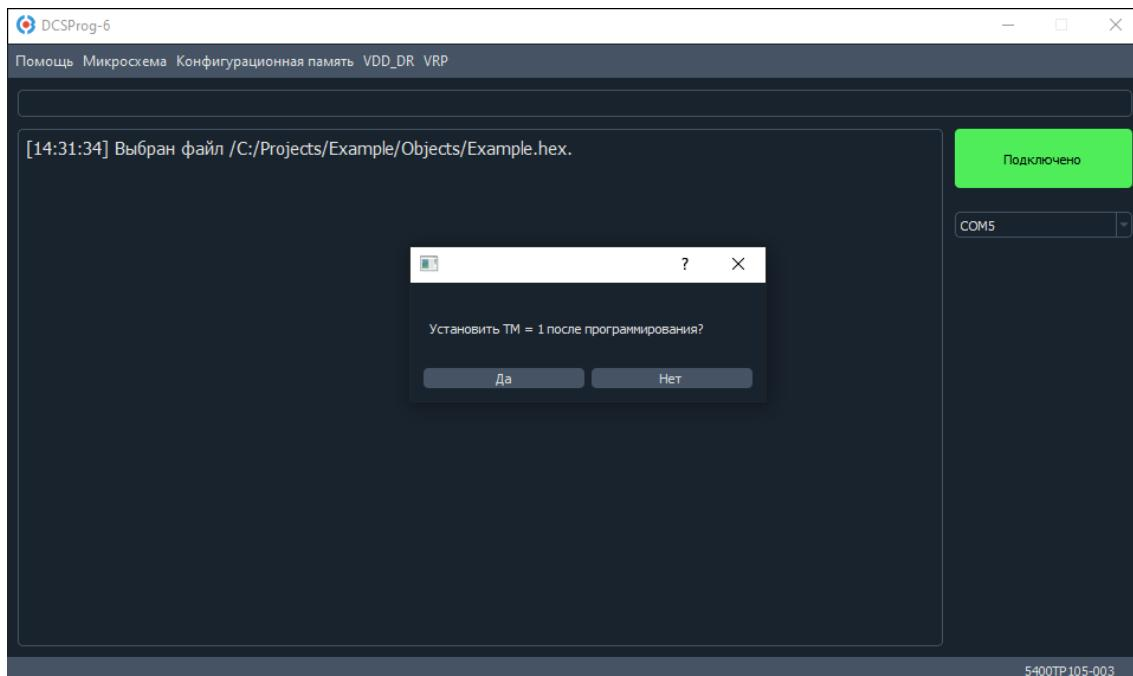

Рисунок 46. Выбор режима работы после прошивки в ОЗУ
9. Откроется диалоговое окно выбора режима работы (Рисунок 46). Если вы хотите, чтобы микросхема после прошивки в ОЗУ осталась в тестовом режиме, нажмите «Да». Если при отладке вы используете выводы, которые в тестовом режиме используются для прошивки микросхемы, нажмите «Нет».